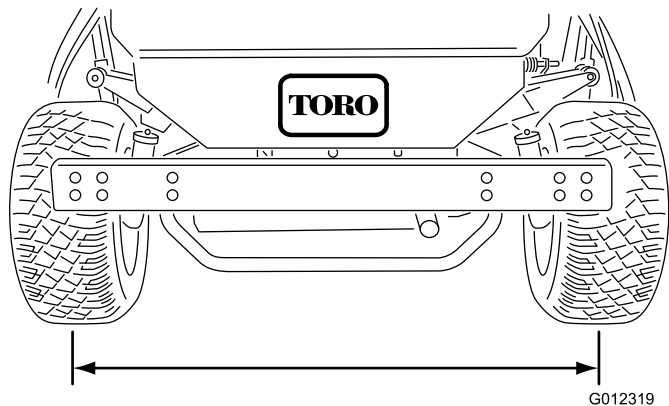

図 35
1. 後輪の前と後ろで、左右のタイヤの中央線間距離を測る（アクスルの高さ位置で計測）（図 35）。前での計測が 3 mm 小さければ正常である。